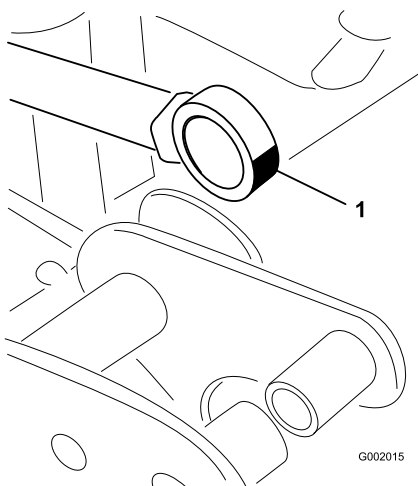

Рисунок 66
- Приведите в движение конец, где расположен подшипник штока привода, и заправьте подшипник консистентной смазкой (Рисунок 66).